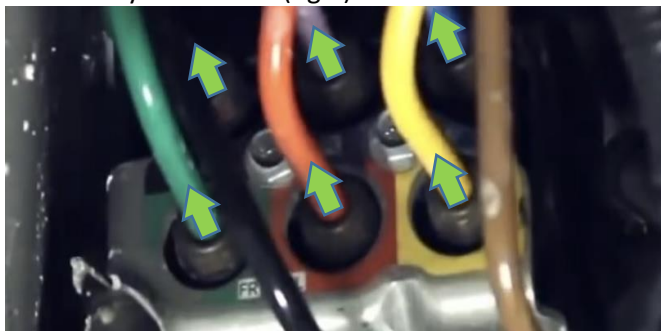

fig.2
5. Tag bort alla luftslangarna på ventilblocket. Lossa kopplingen lite och släpp ut trycket . Lossa helt först när allt tryck är borta. (fig.2)